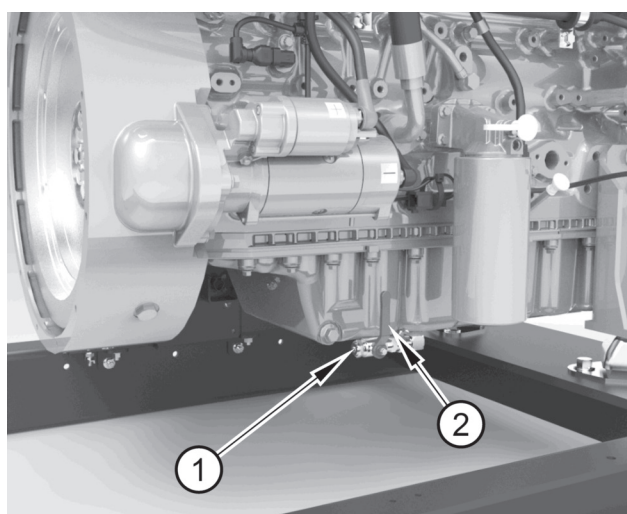

Figura 30
1. Rimuovere il tappo di scarico (figura 30 voce 1).